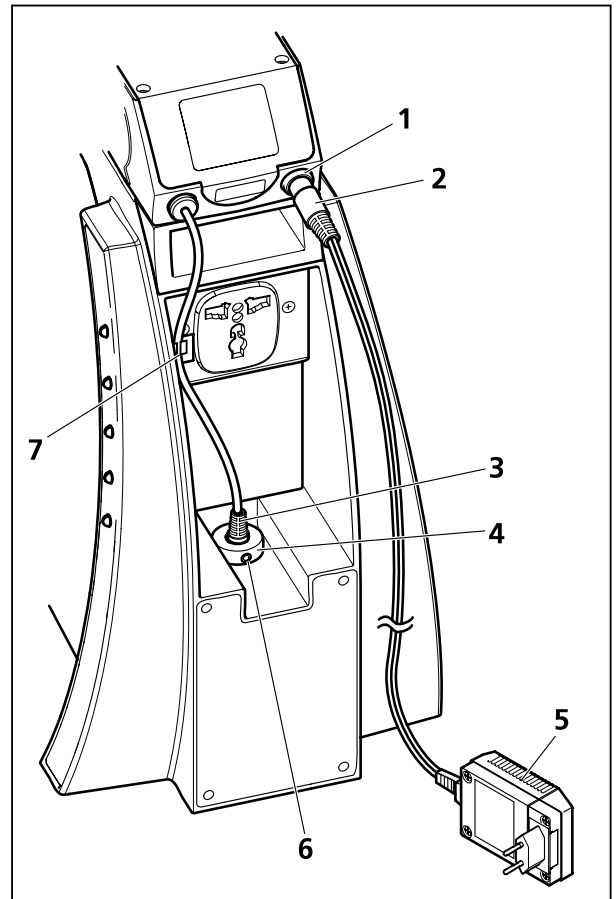

Bild 9 Stromversorgung anschließen
- An der Geräterückseite Gewindestift (Bild 9/6) lockern und Stecker (Bild 9/2) des Steckernetzteils (Bild 9/5) herausziehen und in die Anschlussbuchse (Bild 9/1) der Aufsichtbeleuchtung einstecken.
- Stecker (Bild 9/3) der Aufsichtbeleuchtung in die Anschlussbuchse (Bild 9/4) am Stativ einstecken und Gewindestift (Bild 9/6) festziehen.
- Das Kabel der Aufsichtbeleuchtung durch Eindrücken in den Kabelhalter (Bild 9/7) sichern.